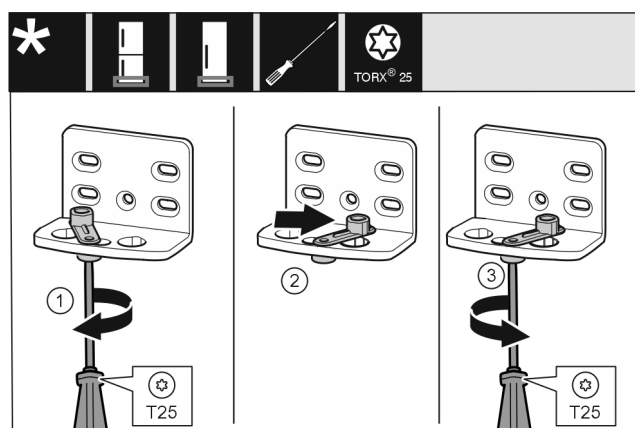

Fig. 15
- Svitare allentando la vite con il cacciavite T25. Fig. 15 (1)
- Sollevare l'ausilio di chiusura della porta e ruotarlo di 90° verso destra nel foro. Fig. 15 (2)
- Serrare la vite con il cacciavite T25. Fig. 15 (3)